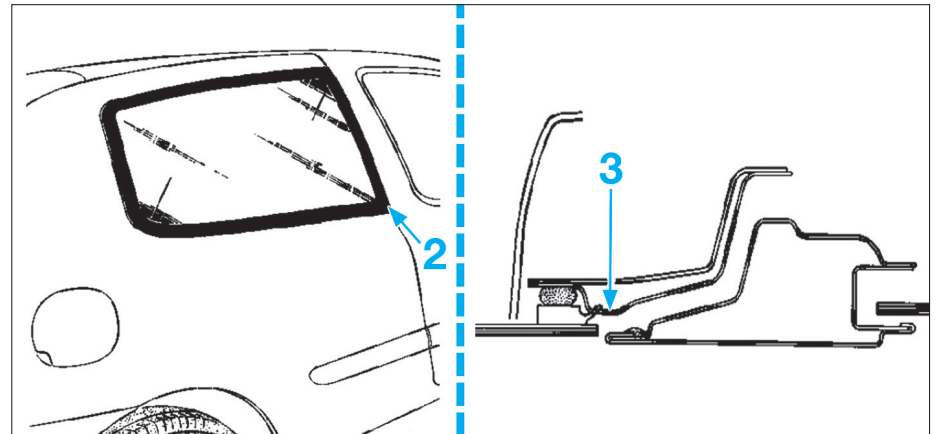

FIG. 7
- Dégraffer la garniture supérieure de pied milieu (F).
Le câble ne peut être inséré que dans le coin (2) de la glace. En effet, le pied milieu comporte un épaulement (3) qui rend impossible le passage du câble dans le reste de cette zone (Fig.7).